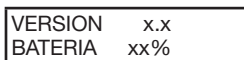
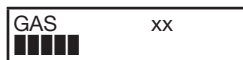

Figura 2. Versión y batería
Figura 3. Ejemplo de pantalla
- Indicación numérica y con gráficas de barras (Figura 3)
- Duración aproximada de la carga de la batería en horas, y advertencia de carga baja de batería (Figura 2)
Cuando se enciende el localizador EML100, la pantalla mostrará primero la versión de firmware y después el tiempo restante aproximado de carga de las baterías (Figura 2). Después de la secuencia de encendido, la unidad pasará por defecto al modo y ajustes que se utilizaron la última vez. Por ejemplo, si la unidad se usó por último para localizar marcadores de tubería de gas con el volumen en nivel bajo, la unidad volverá a los mismos ajustes (Figura 3).